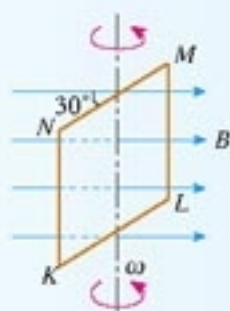

图 5.1-5 线框绕竖直轴以角速度  $\omega$  匀速转动
- 如图 5.1-5 所示， $KLMN$  是一个竖直的矩形导线框，全部处于磁感应强度为  $B$  的水平匀强磁场中，线框面积为  $S$ ， $KL$  边水平，线框绕某竖直固定轴以角速度  $\omega$  匀速转动。在  $KL$  边与磁场方向到达  $30^\circ$  角的时刻（图示位置），导线框中产生的瞬时电动势  $e$  的大小是多少？标出线框此时电流的方向。已知线框按俯视图的逆时针方向转动。